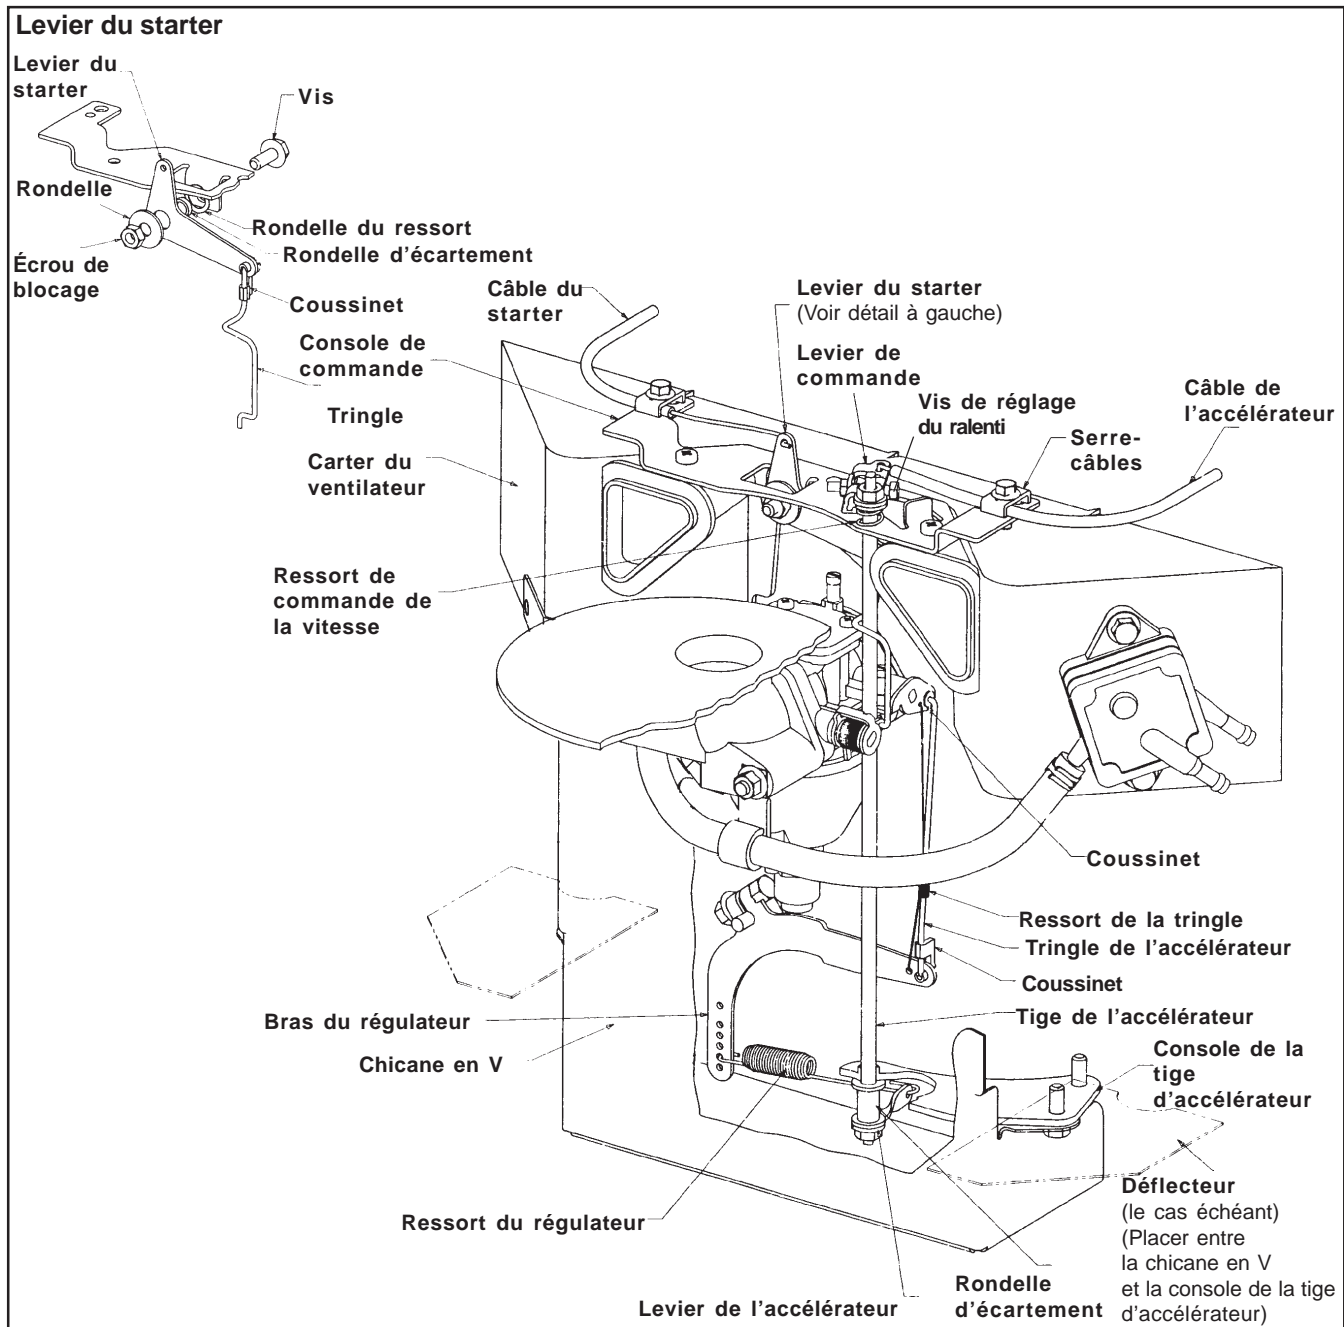

Figure 5-38. Régulateur utilisé avec un filtre à air de tondeuse commerciale.
Le régulateur de tondeuse commerciale montré sur la Figure 5-38 est utilisé principalement pour les tondeuses Wide Area Walk Behind. Le réglage initial et le réglage de la sensibilité sont les mêmes que pour le régulateur standard. Si le ressort du régulateur est débranché du levier de l'accélérateur et du levier du régulateur, le rebrancher de la manière suivante :
2. Tourner le ressort de 180° jusqu'à ce qu'il soit accroché comme montré sur la Figure 5-38.